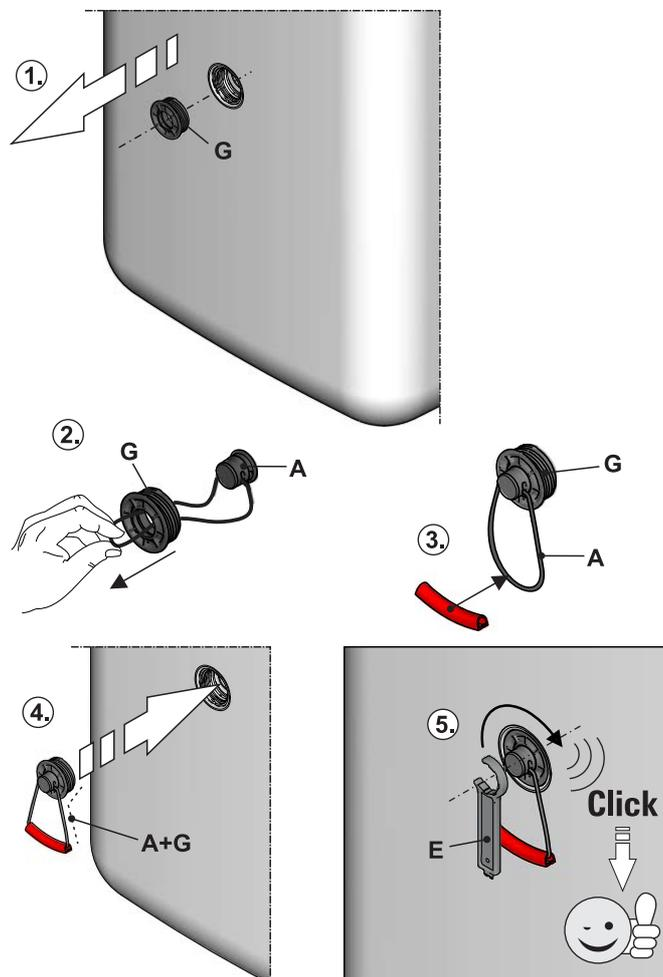

Fig. 3-2 Montage des poignées
- Dévisser du ballon d'eau chaude les embouts filetés (fig. 3-2, pos. G), sur lesquels les boucles des poignées doivent être montées.